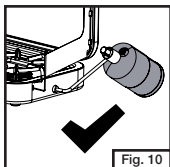

Fig. 10
- Bouteille de propane correctement fixée. (Fig. 10)